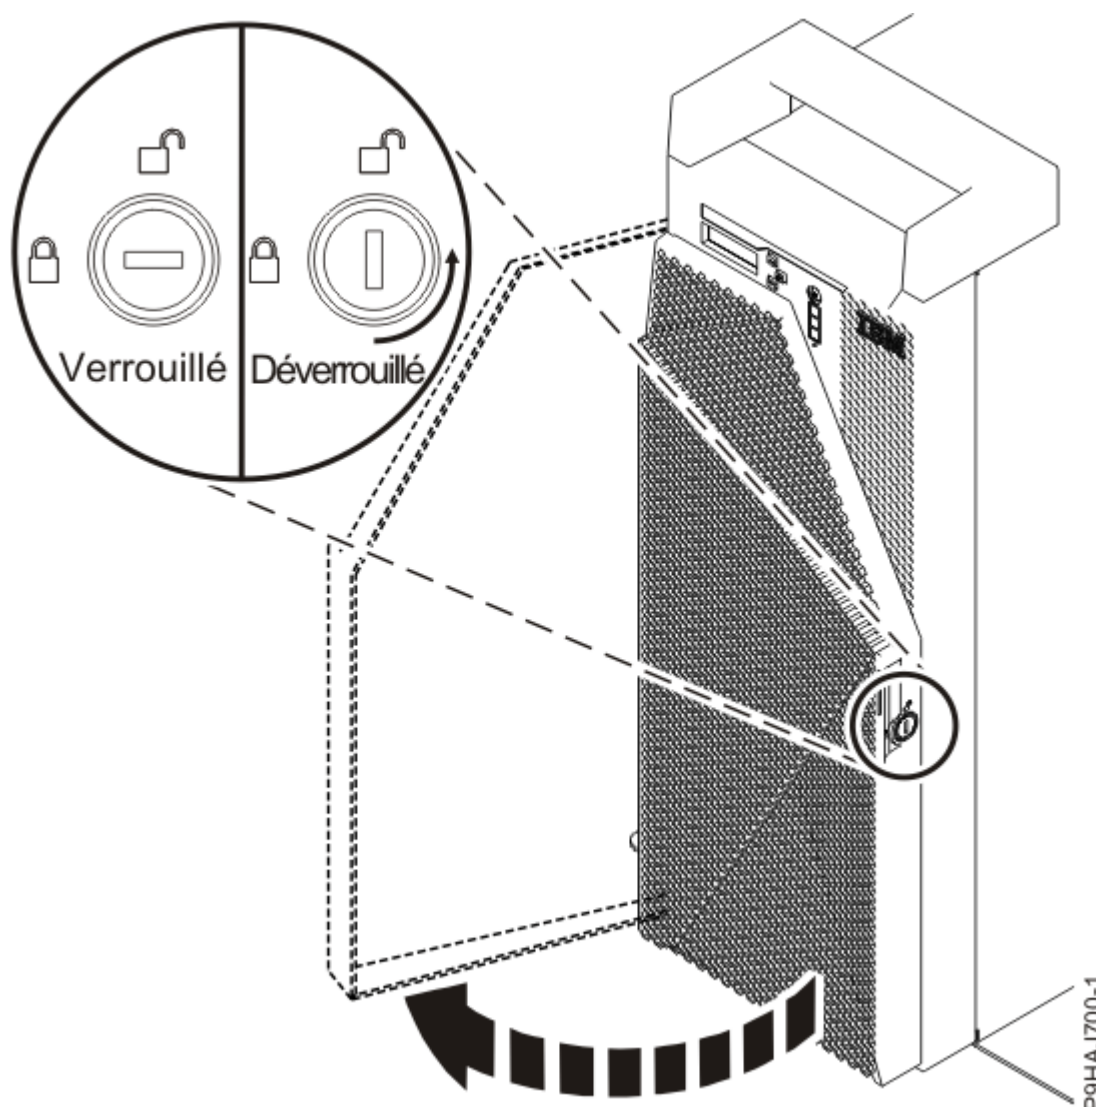

Figure 53. Déverrouillage du volet avant
- a) Insérez la clé du volet avant dans le verrou, comme illustré dans la Figure 53, à la page 58.